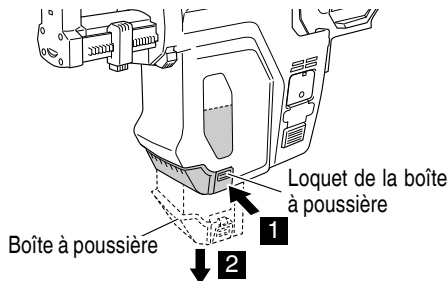

Fig. 13
5. Vidange de la poussière (Fig. 13, 14, 15)
- (1) Tout en gardant le système extracteur de poussière à niveau et bien droit, enfoncer et tenir les loquets de la boîte à poussière, puis tirer la boîte à poussière hors du système extracteur de poussière. Jeter la poussière se trouvant à l'intérieur. (Fig. 13, 14)